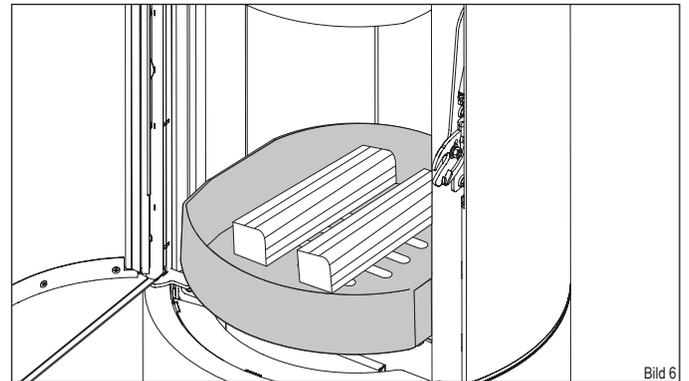

Bild 6
- ▶ Legen Sie zwei Holzscheite (4) mit 1,4 kg Gesamtgewicht mittig in den Feuerraum, mit der Stirnseite nach vorne zeigend ein. (Lassen Sie ca. 5 cm Abstand zur Feuerraumscheibe) (Bild 6)
- ▶ Legen Sie zwei Holzscheite (🔥) mit 1,4 kg Gesamtgewicht mittig in den Feuerraum, mit der Stirnseite nach vorne zeigend ein. (Lassen Sie ca. 5 cm Abstand zur Feuerraumscheibe) (Bild 6)